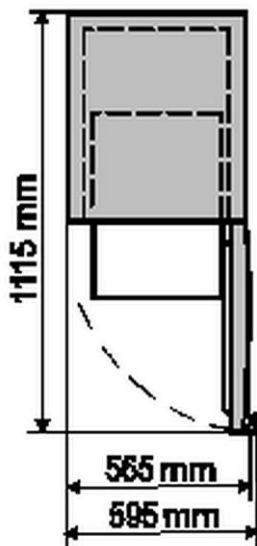

Bild 3: Ovanifrån med luckan öppen
- Om apparaten är placerad i ett hörn, lämna ett sidoavstånd på minst 60 mm (fig. 3) så att luckan till apparaten med handtag kan öppnas helt.